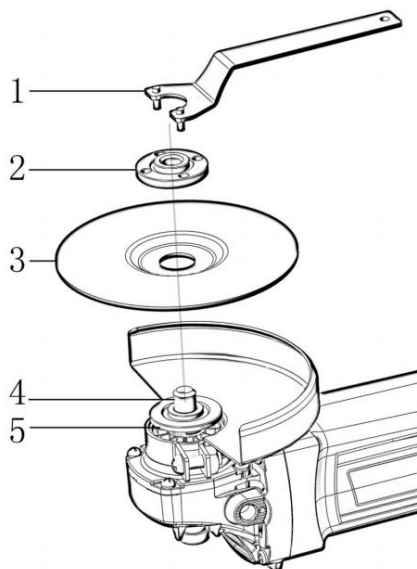

Fig 3
1. Montez la bride intérieure sur la broche, installez le roue/disque sur la bride intérieure et visser la bride extérieure bride sur la broche (Fig3)